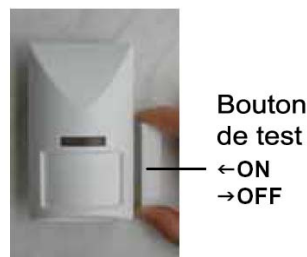

Fig. 4
**Le PIR-3SP contient un contacteur magnétique (Fig. 1) grâce auquel on peut utiliser un aimant afin de simuler la fonction du bouton <TEST> sans ouvrir le couvercle. Placer l'aimant à proximité (Fig. 4) équivaut à presser sur le bouton et inversement.**